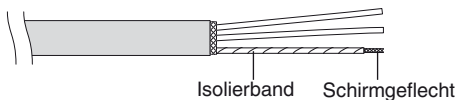

Abb. 4-10
- (2) Den Geflechtschirm vorsichtig entflechten und die entflehteten Schirmdrähte eng in eine Leitungsader verdrehen. Die Schirmdrähte nach ausreichend engem Verdrehen mit einem Isolierschlauch versehen oder mit Isolierband umwickeln. (Abb. 4-10)